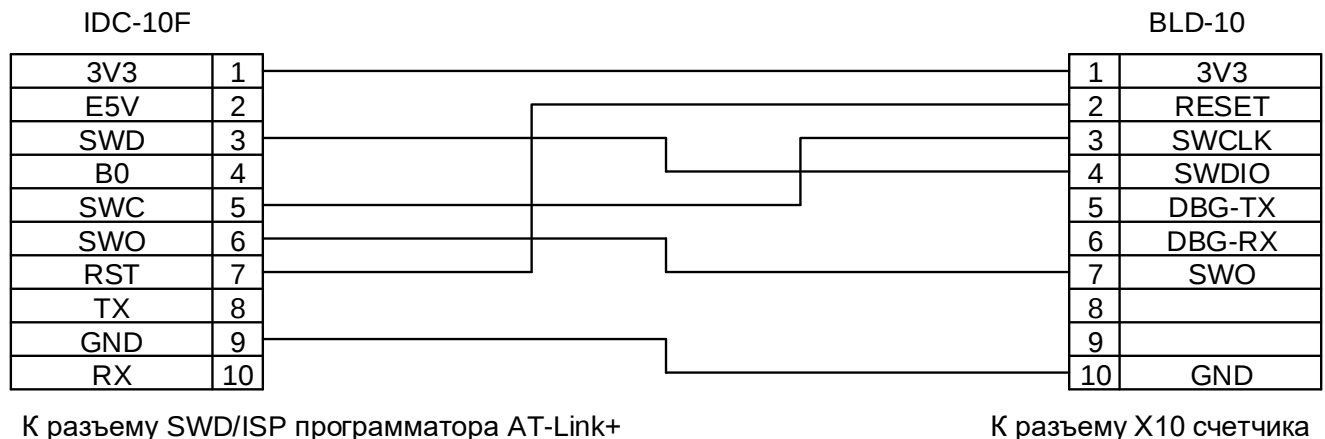

Рисунок 2.2 – Схема кабеля для программирования счетчика
- 4 Кабель для программирования счетчика (рисунок 2.2). Контакт 1 разъема для подключения к счетчику должен быть маркирован.